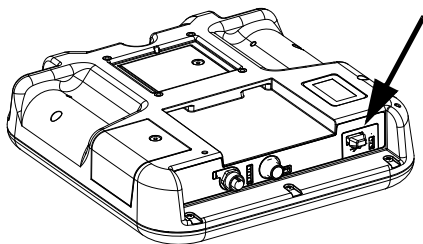

FIG. 65: USB-port för ADM
1. Sätt i USB-minnet i USB-porten. Se FIG. 65.